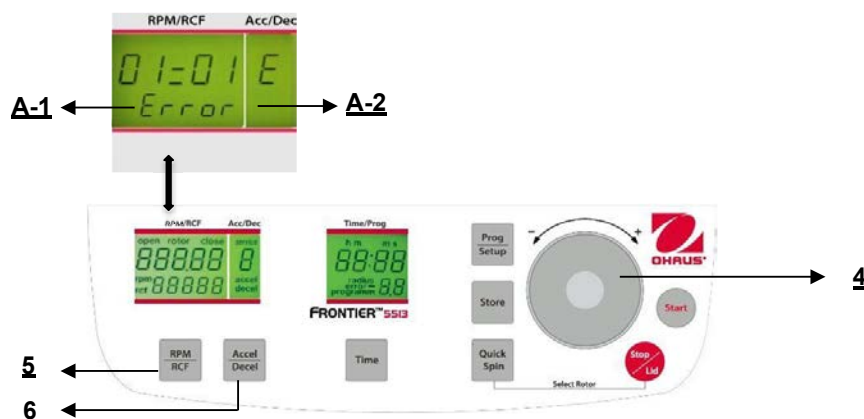

Abbildung. 31
Fahren Sie fort wie unter Punkt 4.1.2 beschrieben, um in den Programmmodus einzutreten und drücken Sie dann die Taste **"Accel/Decel"** (6). Auf der Anzeige blinkt **"Acc/Dec"** (A-2) das Wort **"Service"**. Wählen Sie nun den Buchstaben **"G"** mit Hilfe des Anpassungs Wählscheibe (4). Als Ergebnis erscheinen auf der Anzeige **"RPM/RCF"** (A-1) die Worte **"SonGo/Sound"**. Nach dem Drücken der Taste **"RPM/RCF"** (5) können Sie mit Hilfe des Anpassungs Wählscheibe (4) ein Lied auswählen. (Siehe Abbildung 31).